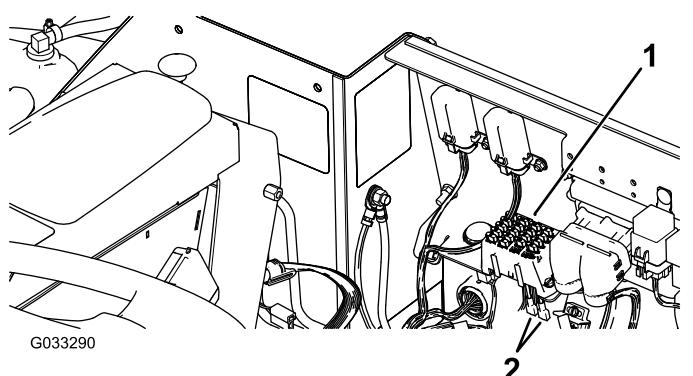
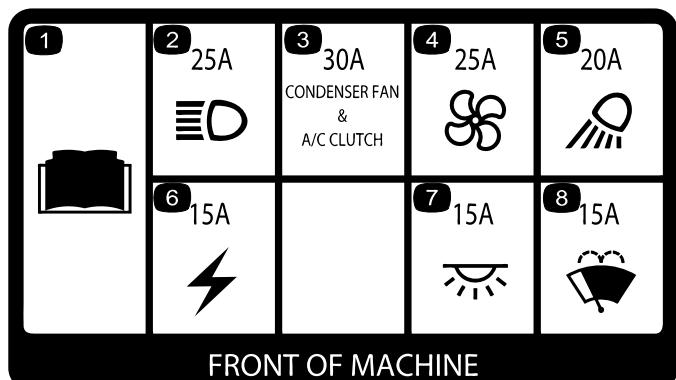
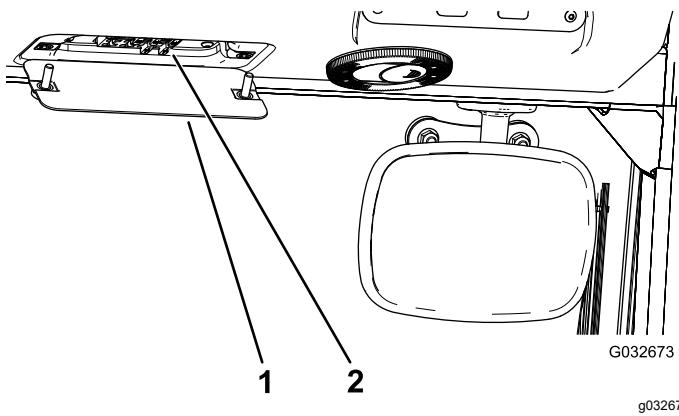

Figure 104
Figure 105
Figure 106
**Important:** Lors de l'installation d'un accessoire auxiliaire sur la machine, les seules sources d'alimentation électrique agréées sont le porte-fusibles du groupe de déplacement (Figure 104) ou de la cabine (Figure 106). Un maximum de 10 A est disponible à chacun de ces emplacements. Pour tout renseignement complémentaire, adressez-vous au distributeur Toro le plus proche.
Les fusibles de la cabine (Figure 105) sont situés dans le porte-fusibles sur la garniture de pavillon (Figure 106).